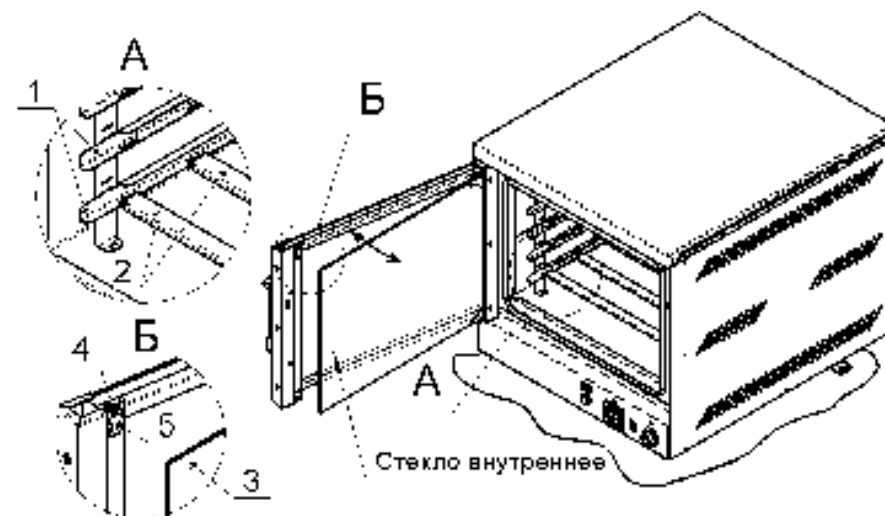

Рис.1
При эксплуатации печей ПКУ-530, Вы можете вместо противней с размерами GN1/1 использовать противни с размерами 435х330мм, а при эксплуатации (см. табл. 2). Для этого необходимо в пазы кронштейнов уровней 1 установить дополнительные кронштейны 2, как показано на виде А, рис. 1.
Для доступа к внутренним поверхностям стекол дверки, внутреннее стекло можно открыть. Для этого достаточно ослабить винты 4 (вид Б, рис. 1) и отвести флажки 5, фиксирующие внутреннее стекло в закрытом положении.
7.2 Стёкла дверки всегда должны быть чистыми. Для доступа к внутренним поверхностям стекол дверки, внутреннее стекло можно открыть. Для этого достаточно ослабить винты 4 (вид Б, рис. 1) и отвести флажки, фиксирующие внутреннее стекло.